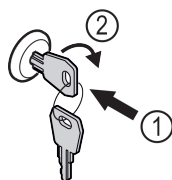

Fig. 92 Representación a modo de ejemplo
- ▶ Introducir la llave Fig. 92 (1).
- ▶ Girar la llave 90° en sentido horario Fig. 92 (2).